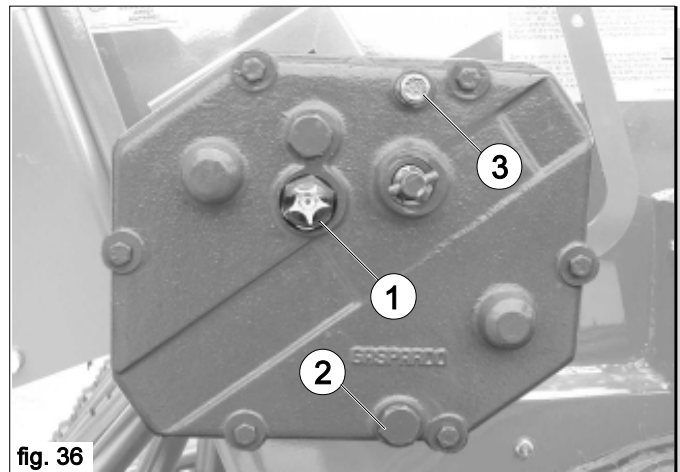

fig. 36
- Den Ölstand im Getriebegehäuse überprüfen und gegebenenfalls bis zum Stand auffüllen (1 Abb. 36). Es wird empfohlen, den gleichen Öltyp (ACER 22) zum Auffüllen zu verwenden.
- Öl Ablaufstutzen, 2 Abb. 36;
- Öleinfullstutzen, 3 Abb. 36.